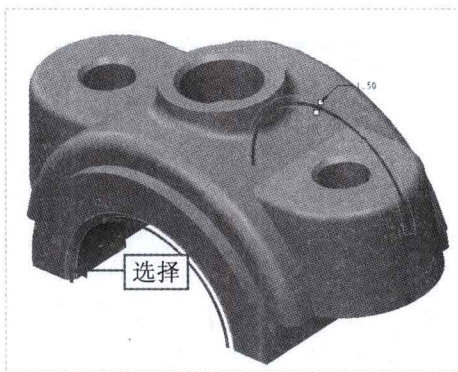

图 18-103 选择倒角边 2
Step 21 采用与上同样的方法，使用“边倒角”命令，弹出“边倒角”选项卡，设置倒角距离为 1.5，按住【Ctrl】键的同时，在绘图区选择合适的倒角边线，如图 18-103 所示。